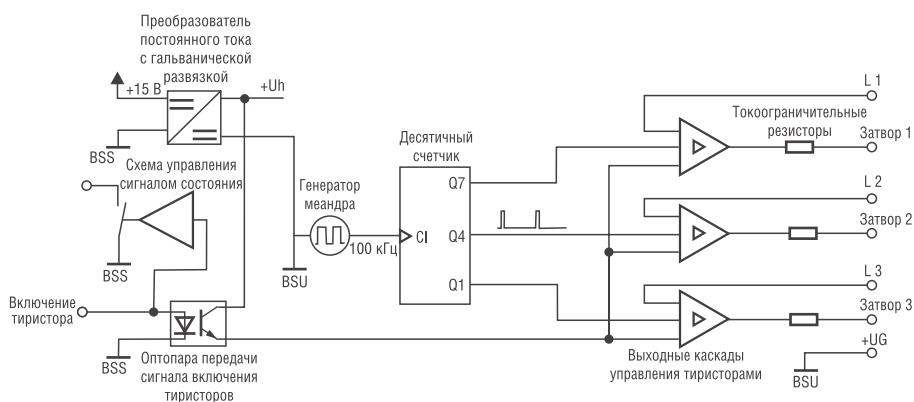

Рис. 2. Структурная схема драйвера SKHIT01
SKHIT01 состоит (рис. 2) из DC/DC-преобразователя с гальванической развязкой (1), оптопары для передачи сигнала включения тиристоров и непосредственно схемы управления включением тиристоров. Сигнал включения тиристоров подается на вывод ТНО. Состояние готовности драйвера к работе показывает выход ВВ с открытым коллектором.